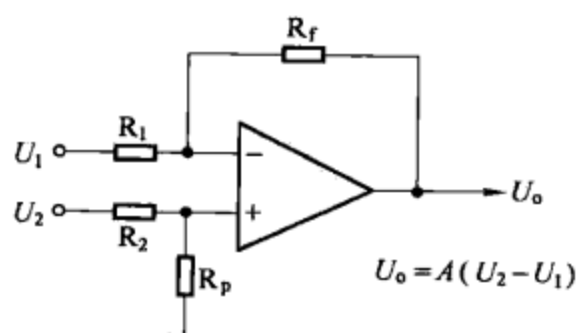

图 7-28
差动放大器基本电路如图 7-28 所示, 用来放大两个输入电压 U_1 与 U_2 的差值, 其闭环放大倍数 $A = \frac{R_f}{R_1}$ 。输出电压 $U_o = A(U_2 - U_1)$ 。
(2) 减法运算。图 7-28 所示的差动放大器电路实际上是一个减法器电路， U_1 为减数电压， U_2 为被减数电压， U_o 为差电压。当取 $R_1 = R_2 = R_f$ 时， $A = 1$ ，输出电压 $U_o = U_2 - U_1$ ，实现了减法运算。 R_p 为平衡电阻。